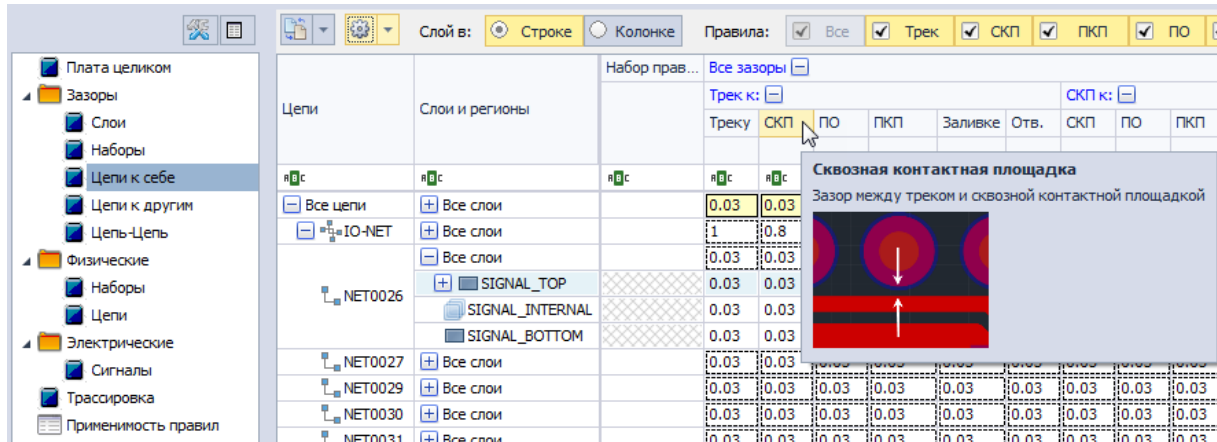

Рис. 5 Зазор между треком и сквозной контактной площадкой
- Зазор между треком и СКП одной цепи обозначается как «Трек к СКП», см. Рис. 5.